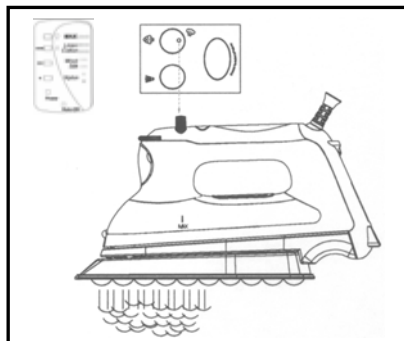

Fig. 3
- Gire el botón del vapor hacia la izquierda hasta la posición de ráfaga de vapor. (Fig. 3)